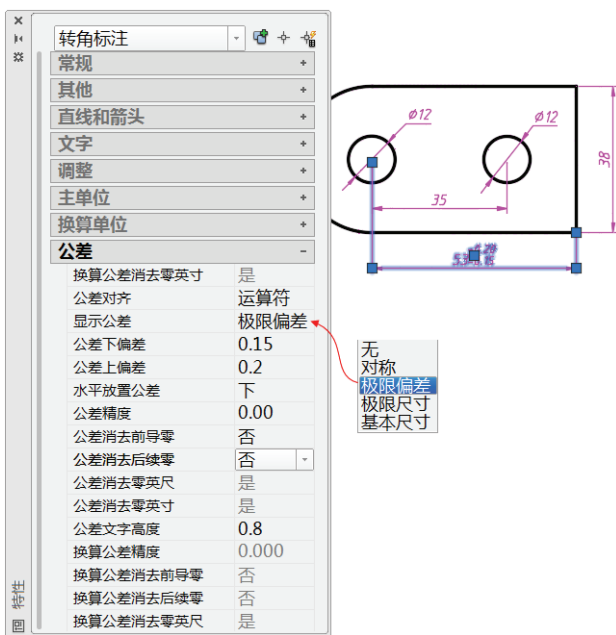

图 8-60 为选定尺寸设置公差
- 3 在图形窗口中选择数值为 53 的水平线性尺寸，接着在“特性”选项板中展开“公差”特性区域，从“显示公差”框中选择“极限偏差”，设置“公差上偏差”为“0.2”，“公差下偏差”为“0.15”，“公差精度”为“0.00”，在“公差消去后续零”框和“公差消去前导零”框中均选择“否”选项，在“公差文字高度”框中输入“0.8”并按〈Enter〉键确认，如图 8-60 所示。